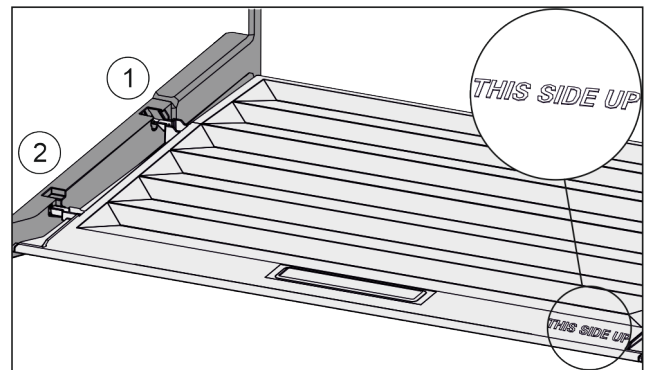

Fig. 117
- ▶ Dekselranden via de opening van de achterste houder Fig. 117 (1) aanbrengen en van voren in de houder Fig. 117 (2) klikken.